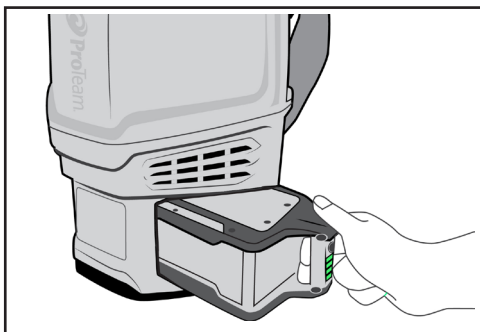

Figure Z4
- d. Remove the battery from the vacuum housing (Figure Z4).
- d. Retire la batería de la carcasa de la aspiradora (Figura Z4).
- d. Retirez le bloc-piles du boîtier de l'aspirateur (Figure Z4).